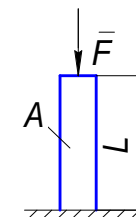

Рис.2.29
2.59. При испытании образца на растяжение (рис.2.29.) получено значение модуля упругости, которое зависит от...[простой выбор]...